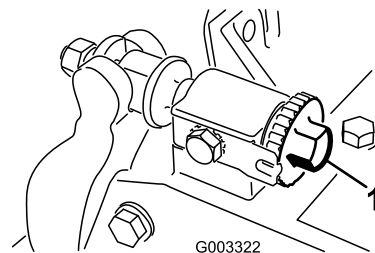

图11
- 将滚刀组放在平整、水平的工作表面上。逆时针旋转底刀架调节螺丝确保底刀架不与滚刀接触图11。
重要事项 确保底刀架调节螺丝后端的螺母不接触工作表面 图11。